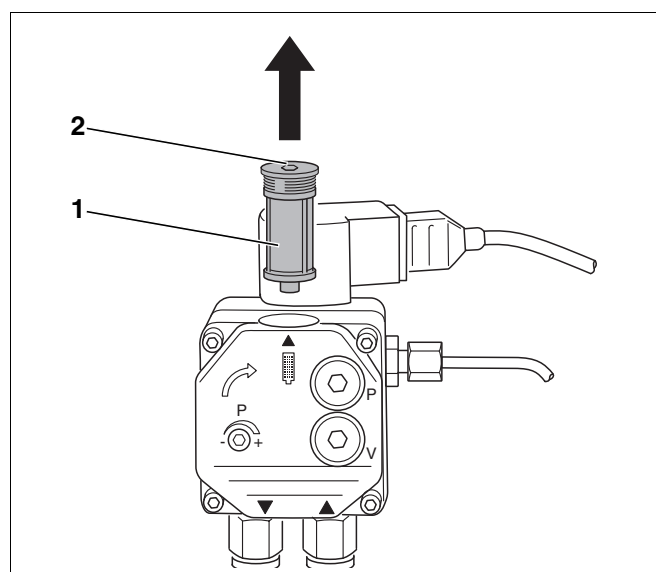

Рис. 20 Проверка фильтра – топливного насоса Danfoss
- Открутить расположенный сверху болт с внутренним шестигранником (Рис. 20, поз. 2).
- Вынуть вверх фильтр топливного насоса (Рис. 20, поз. 1).
- Очистить фильтр топливного насоса (Рис. 20, поз. 1) промывочным бензином, если требуется, заменить его, и вновь установить на прежнее место.